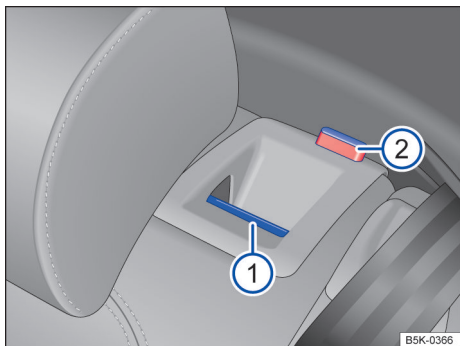

Fig. 75 No encosto do banco traseiro: botão de destravamento.
- Puxar o botão de destravamento → Fig. 75 1 para frente e, ao mesmo tempo, rebater o encosto do banco traseiro para frente.
A parte de encosto do banco traseiro respectiva estará destravada quando uma marcação vermelha → Fig. 75 2 estiver visível.
A marcação vermelha → Fig. 75 2 não deve mais estar visível.
- Uma marcação vermelha → Fig. 75 2 sinaliza um encosto do banco traseiro não encaixado. Verificar sempre se a marcação vermelha não está visível quando o encosto do banco traseiro estiver na posição ereta.